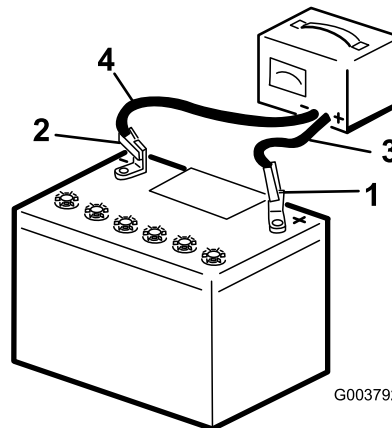

Figura 36
3. Cargue la batería durante 10 a 15 minutos a 25–30 amperios, o durante 30 minutos a 4–6 amperios (Figura 36). No sobrecargue la batería.
luego desconecte los cables del cargador de los bornes de la batería (Figura 36).